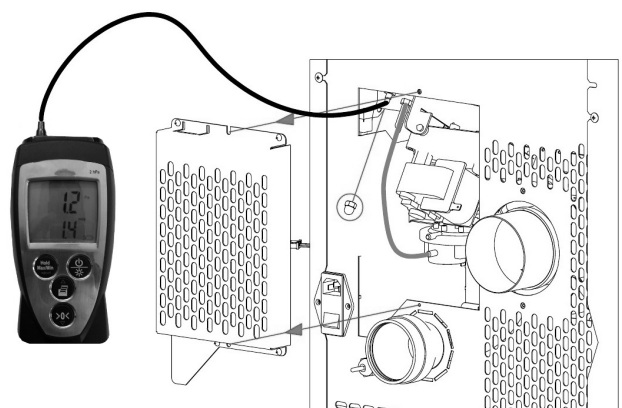

Fig. 28 - Aansluiting digitale drukregelaar
- Verwijder de inspectie stekker van de T (zie **Fig. 28**).